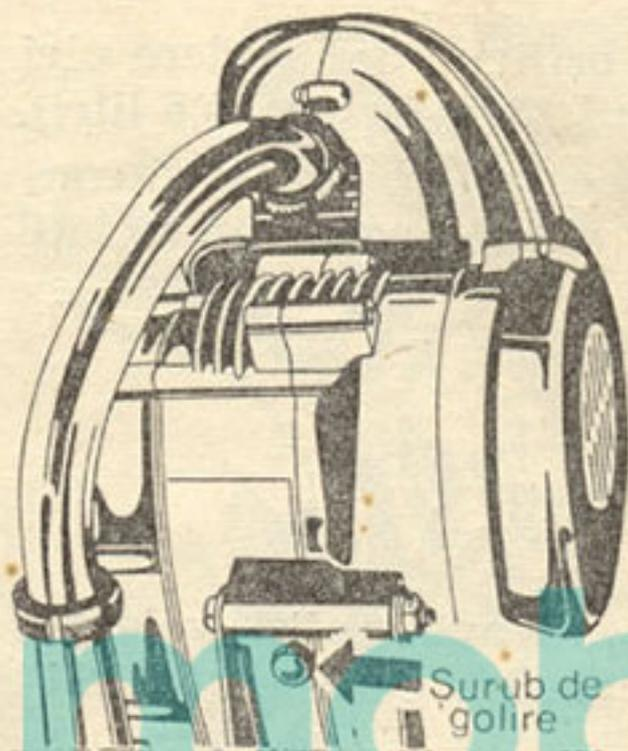
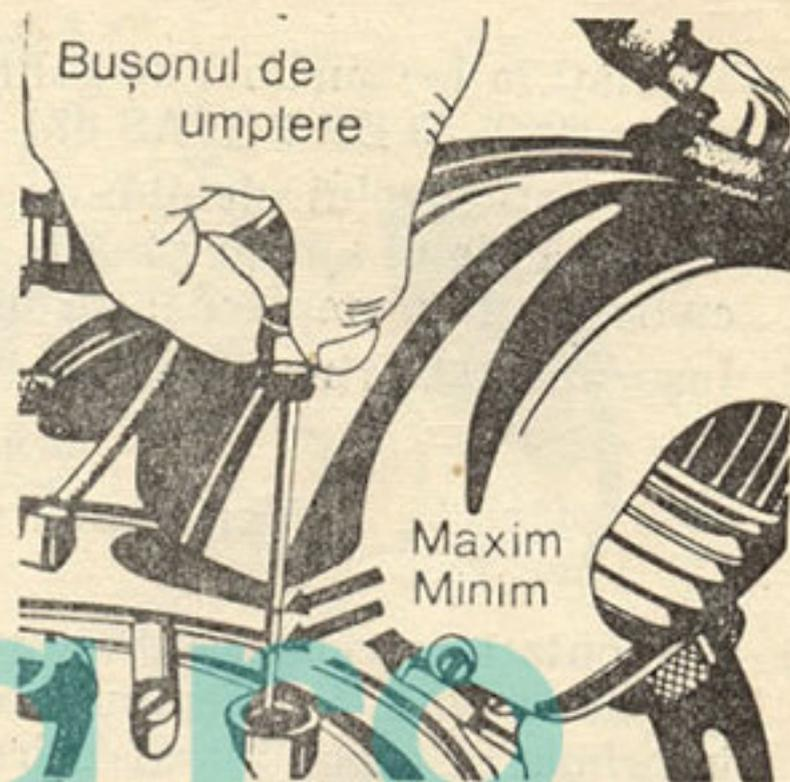

Fig. 17
Fig. 18
1. Încălziți motorul mergînd în regim normal aproximativ 1/2 oră, apoi demontați șurubul de golire și bușonul de umplere (fig. 17 și fig. 18) și lăsați să curgă tot uleiul.